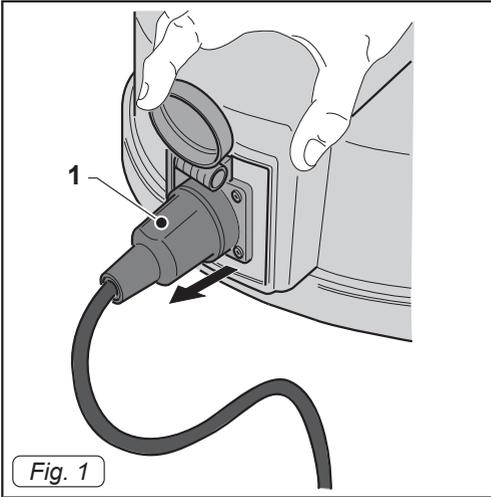

Fig. 1
- Ziehen Sie den Netzkabel (1 Abb. 1) der Evakuierungspumpe.
- Stecken Sie den Stecker (1 Abb. 1) in die entsprechende Steckdose.
- Stecken Sie den Stecker (19 Abb. 12) in die Steckdose und überprüfen Sie, ob der Netzstecker (1 Abb. 1) der Evakuierungspumpe korrekt angesteckt ist.
- Ziehen Sie den Netzstecker (1 Abb. 1) der Evakuierungspumpe.